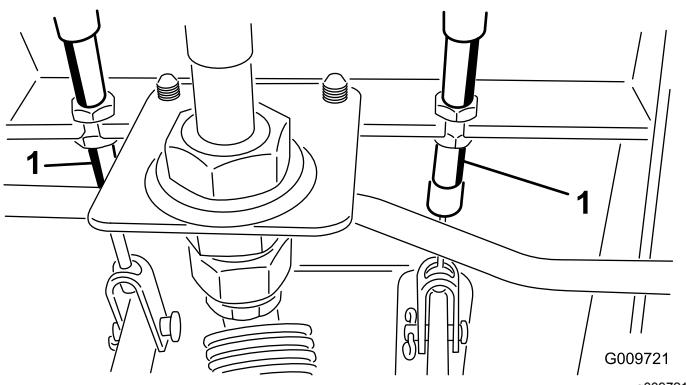

Рисунок 78
- A. Отпустите переднюю гайку на резьбовом конце троса тормоза (Рисунок 78).